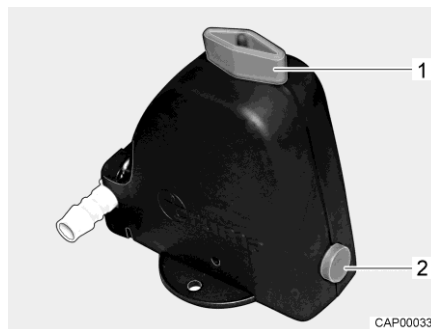

Bild 263 Säkerhets-/avtappningsventil (Truma)
- Säkerhets-/avtappningsventilen (Truma) stängs. Ställ vredet (Bild 263,1) diagonalt mot säkerhets-/avtappningsventilen och tryck in tryckknappen (Bild 263,2).